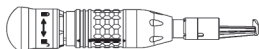

Abb. 5
1. Handstück fest in einer Hand halten und Entriegelungsmanschette des Zubehörs vorschieben und drehen, bis der Pfeil mit dem Entriegelungssymbol ausgerichtet ist (Abbildung 5).